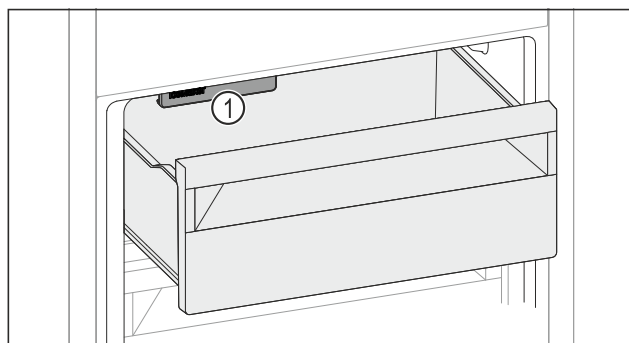

Fig. 115
► Tenere in considerazione l'IceMaker Fig. 115 (1).